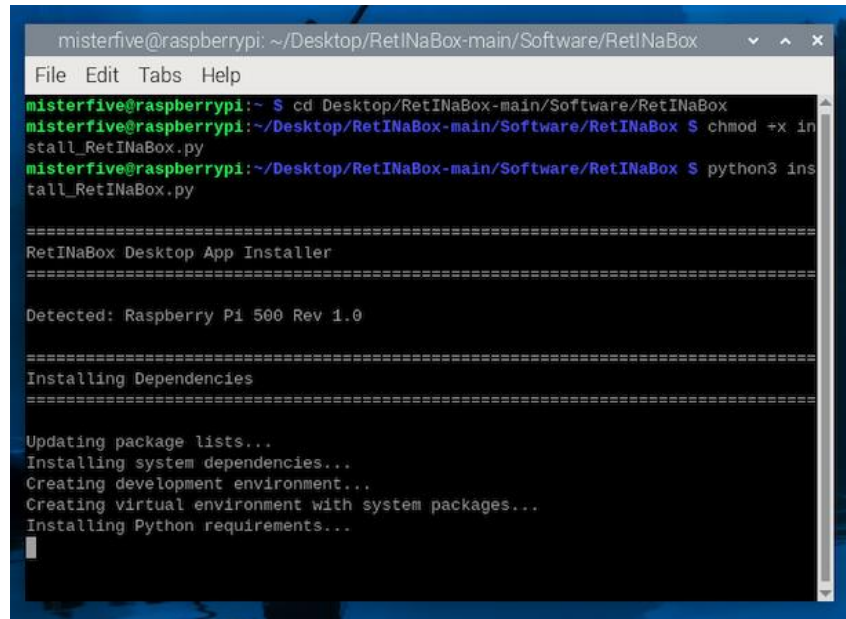

Рисунок 30. Терминал во время установки кода РетнаБокс.
- d. Откройте терминал и введите следующие команды, а затем нажмите клавишу Enter, как показано на **Рис. 30**.